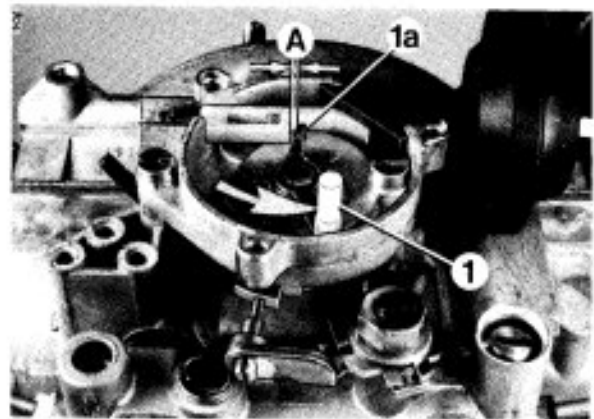

Bild 35
- Korrektur durch Biegen des Hebels (1a) Bild 35.